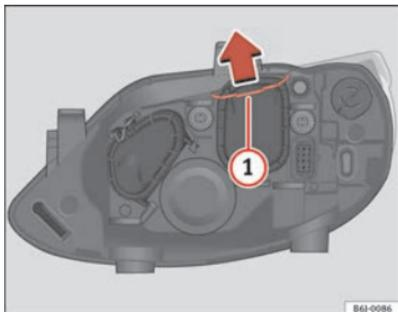

Fig. 137 Luz de cruce
- Desplace el tirante \Rightarrow fig. 137 ① en el sentido de la flecha y saque la tapa.